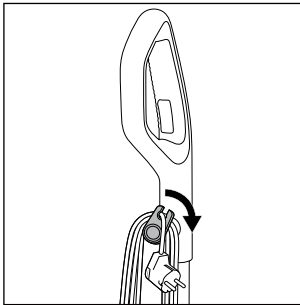

Fig. 16
- ♦ Vikl strømledningen **17** helt af ledningsholderne foroven og forned **16/20**. For hurtigt at kunne vikle strømledningen **17** af ledningsholderne **16/20**, kan du trække den øverste ledningsholder **16** lidt ud og dreje den ned (se fig. 16).